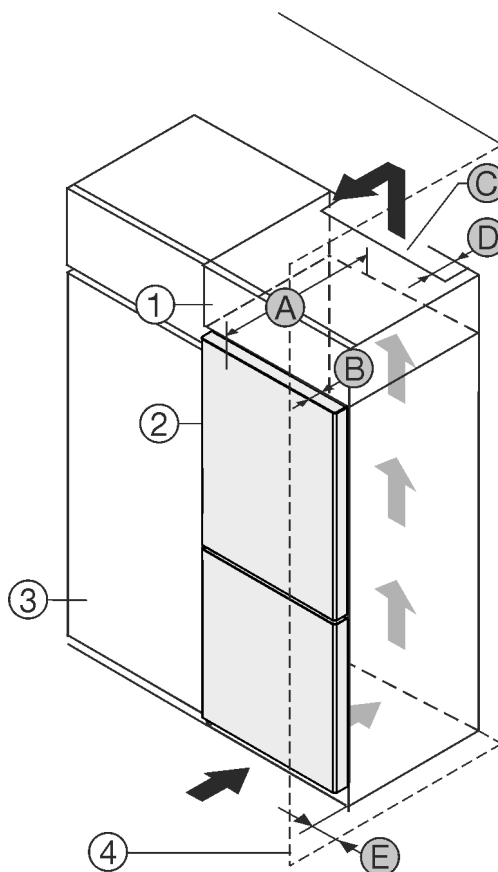

Fig. 1
- (1) Viseći ormar*
- (2) Uređaj*
- (3) Kuhinjski ormar*
- (B) Dubina vrata*
- (C) Ventilacijski presjek*
- (D) Udaljenost od stražnje strane uređaja*
- (E) Udaljenost od bočne strane uređaja*
- (4) Zid*
- (A) Dubina uređaja*
Uređaj možete postaviti neposredno pored kuhinjskog ormara Fig. 1 (3)*.
Na stražnjoj strani visećeg ormara treba postojati otvor za odzračivanje dubine Fig. 1 (D) po cijeloj širini visećeg ormara.*
Ispod stropa prostorije treba poštovati ventilacijski presjek *Fig. 1 (C)**.
Kada se uređaj postavlja s okovima pored zida *Fig. 1 (4)*, razmak između uređaja i zida mora iznositi najmanje 13 mm.*
Kada se uređaj postavlja s okovima pored zida *Fig. 1 (4)*, razmak između uređaja i zida mora iznositi najmanje 20 mm.*
Kako biste vrata mogli potpuno otvoriti, uređaj mora biti za dubinu vrata *Fig. 1 (B)* ispred u odnosu na prednjicu kuhinjskog ormara. Ovisno o dubini kuhinjskih elemenata *Fig. 1 (3)* i uporabi zidnih odstoynika, uređaj može i dalje stršati.*